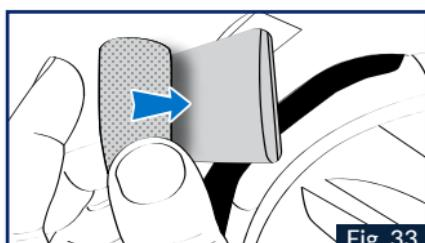

Fig. 33
3. Coller la mousse de calage présente dans votre kit **SENA FOR SHARK** (Bluetooth ou Mesh) à l'arrière de la batterie de votre Intercom Fig.33